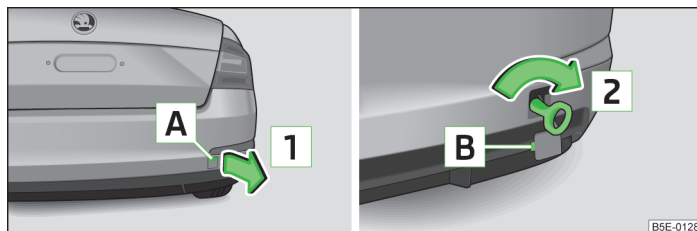

Fig. 170 Paragolpes trasero: Desmontaje de la caperuza protectora/montaje de la argolla de remolque
- Presionar la caperuza cobertora en la zona **A** » fig. 170.
➤ Enroscar la argolla de remolque a mano en el sentido de la flecha **2** » fig. 170 hasta el tope.